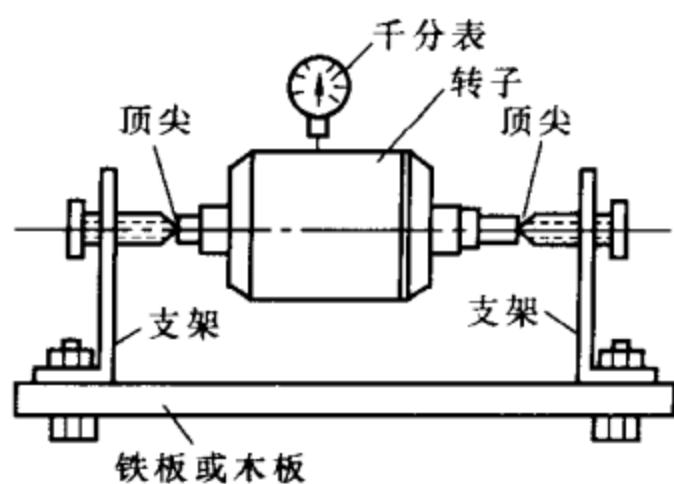

图 1-40 千分表检测、
(1) 千分表检测，用顶尖定位的方法粘复：根据转子大小用适当的螺栓磨成两个顶尖，顶住转子轴两端的中心孔。用两段角钢或扁铁弯成 L 形支架，支架的一侧钻孔且改与顶尖一样的螺纹，另一侧钻孔固定在底座（铁或木均可）上，如图 1-40 所示。